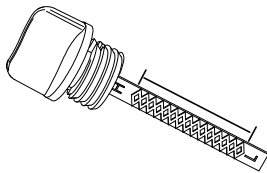

Figure 2-9. Plage de fonctionnement sûr
6. Voir Figure 2-9. Retirez la jauge et vérifiez que le niveau d'huile se situe dans la plage permettant un fonctionnement sûr.